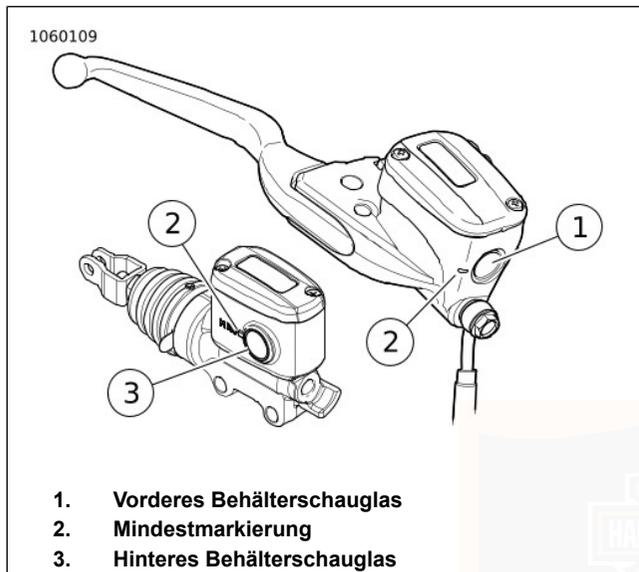

Abbildung 57. Bremsflüssigkeitsbehälter
2. **Vorne:** Siehe Abbildung 57. Flüssigkeitsstand im Behälterschauglas für das Vorderrad prüfen. Füllstand muss über der Mindestmarkierung am Schauglas liegen.
3. **Hinten:** Siehe Abbildung 57. Den Füllstand im Hinterradbremflüssigkeitsbehälter prüfen. Füllstand muss über der Mindestmarkierung am Schauglas liegen.